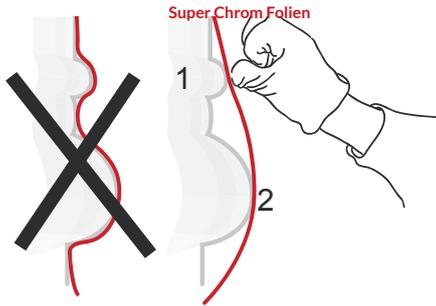

Abbildung 06
- › Die Folie auf dem Untergrund so spannen, dass sie mit allen Punkten des Reliefs in Berührung kommt. (Abb. 06) ① und ②